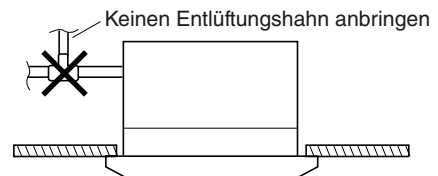

Abb. 3-27
- Keinen Entlüftungshahn anbringen, da dies zu einem Herausspritzen von Wasser aus der Ablaufleitungsöffnung führen kann. (Abb. 3-27)